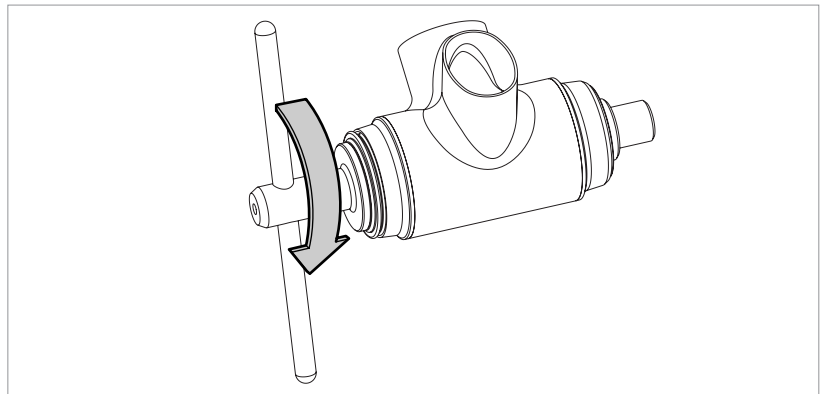

Abb.6
- Den Hebel des Werkzeugs UT-BB240 im Uhrzeigersinn drehen, bis beide Lagerschalen aneinander anschlagen (Abb. 6).
- Bevor das Werkzeug entfernt wird, sicherstellen, dass die Lagerschalen korrekt am Innenlager positioniert wurden (Abb. 6).